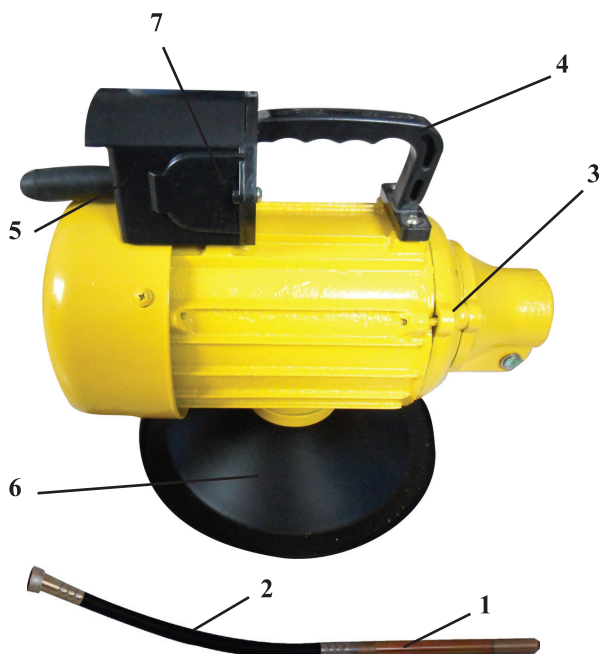

рис. 1
Общий вид\* вибратора схематично представлен на рис.1
- В исправности выключателя (поз. 7; рис. 1);